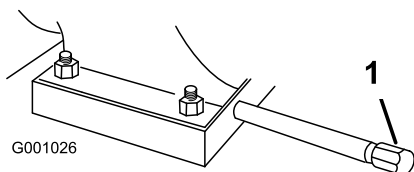

Bild 43
- Reinigen Sie den Bereich um die Ablassschraube (Bild 43).